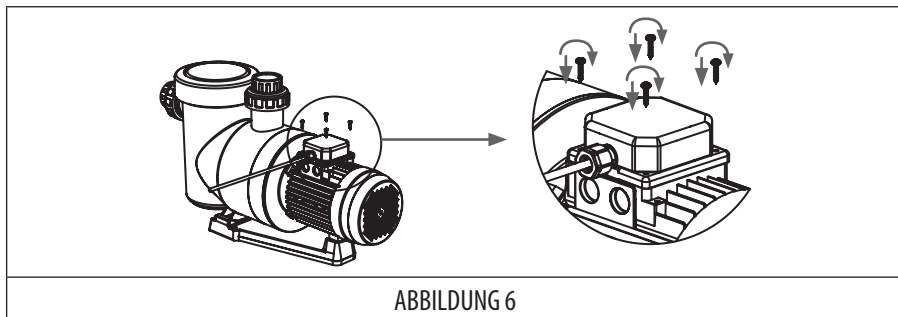

ABBILDUNG 6
5. Achten Sie beim Schließen des elektrischen Anschlusskastens auf den richtigen Sitz der Dichtung und ziehen Sie die 4 Schrauben an. (ABBILDUNG 6)